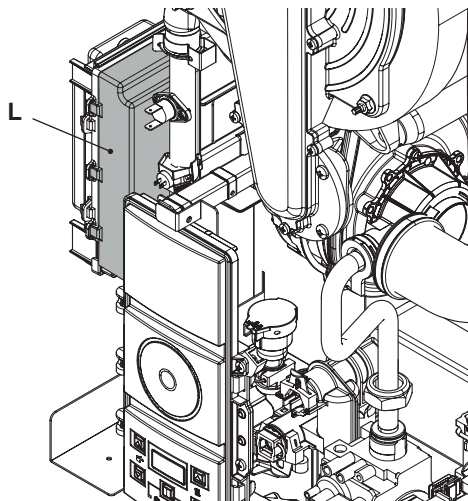

Figura 5.20
- Individuare il coperchio copri morsetteria L (Figura 5.20) ed aprirlo.